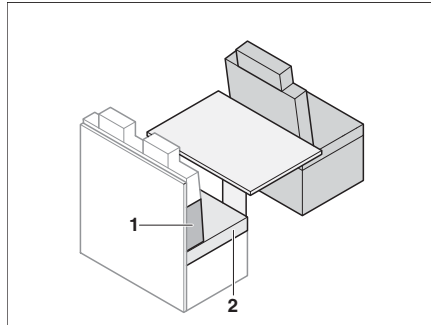

Bild 168 Före ombyggnaden
- Ta bort sittdynan (Bild 168,2).
- Lägg ryggdynan (Bild 168,1) mellan sittdynan och bakväggen. Beakta kilformen.